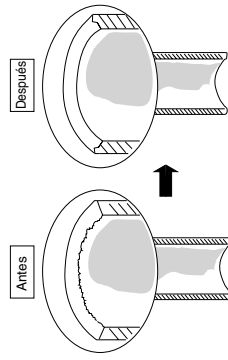

Fig. 6-1
- (1) Corte el tubo de cobre a la longitud necesaria con un cortador de tubos. Se recomienda cortar aprox. de 30 a 50 cm más largo que la longitud del tubo calculada.
- (2) Extraiga las rebabas del extremo del tubo de cobre con un escariador de tubos o una lima. Este proceso es importante y debe hacerse con cuidado para conseguir un buen abocardado. (Fig. 6-1)